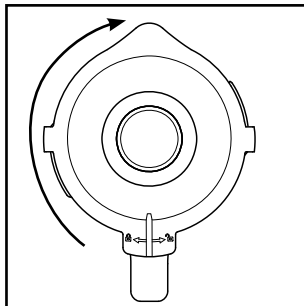

Fig. 2
- 4) Vuelva a presionar firmemente la tapa ❷ sobre el vaso ❸ en su posición desplazada. Para cerrar la tapa ❷, gírela en sentido horario hacia la posición ❶ hasta que encastre audiblemente (consulte la fig. 2). Asegúrese de que la boca del vaso ❸ quede cerrada. Solo podrá activarse el motor si la tapa ❷ está bien colocada.